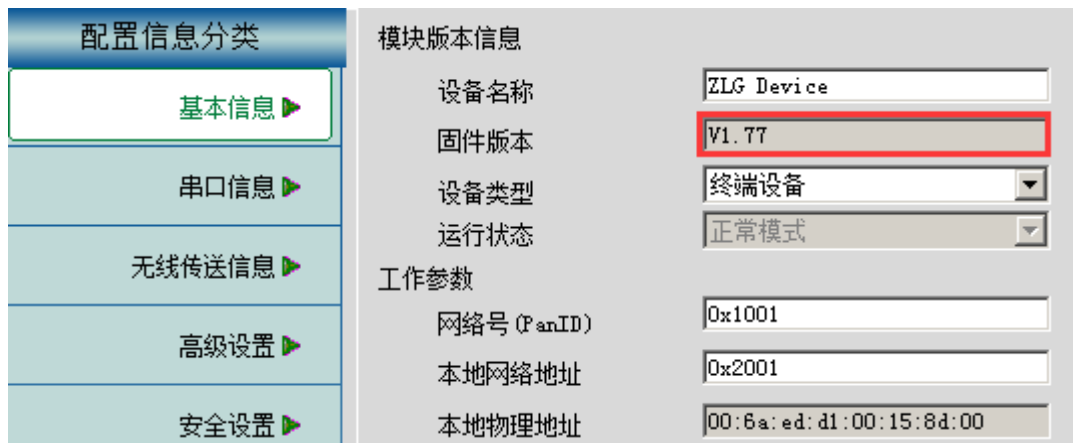

图 8.5 模块基本信息
(3) 确认固件版本是否为 V1.77 或以上，可从配置工具以下位置进行确认，如图 8.5 模块基本信息所示。